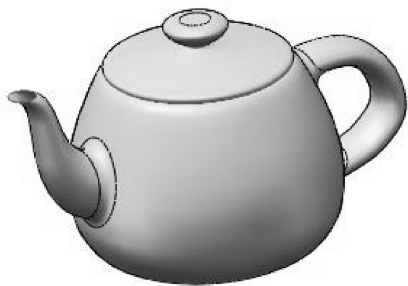

图 8-6 茶壶装配体
- 01 打开本例素材源文件【茶壶.SLDASM】，如图 8-6 所示。